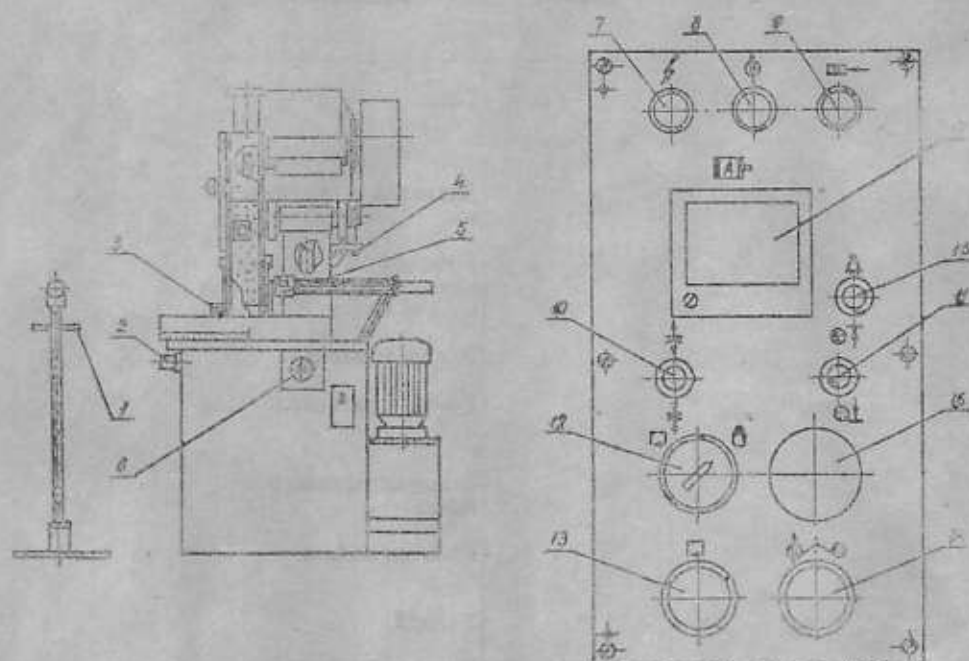

Рис. 2. Расположение органов управления на станке
6. 1. Общий вид станка с обозначением органов управления приведен на рис. 2.
Поз. по рис. 2	Органы управления и их назначения